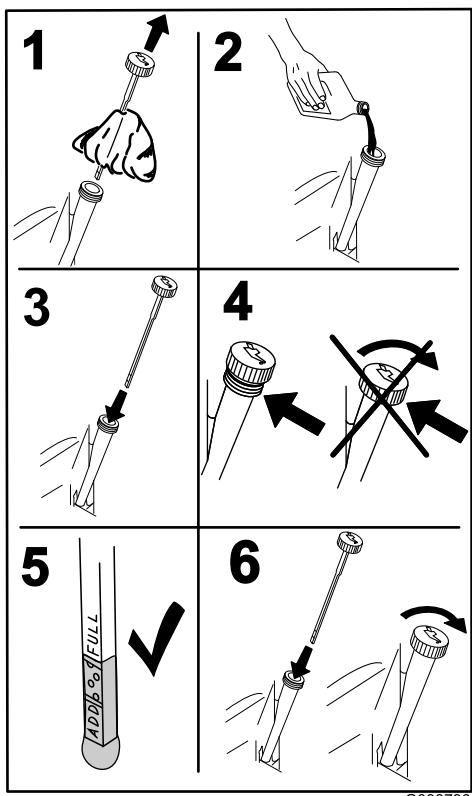

Figura 40
4. Retire la varilla y límpielo con un paño limpio (**Figura 40**).